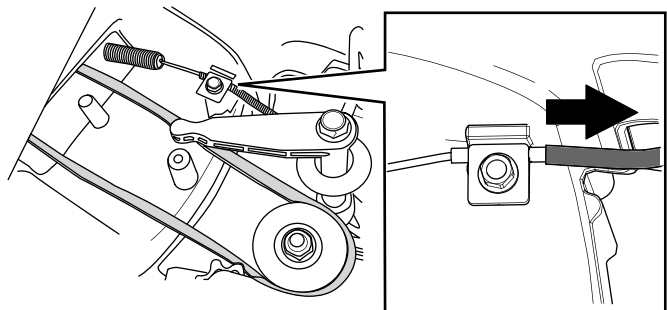

**Figura 34**
4. Instale el nuevo cable del freno de la cuchilla, pero no apriete la abrazadera de la parte superior de la carcasa de corte (**Figura 34**).
5. Afloje el tornillo de la abrazadera (**Figura 34**).